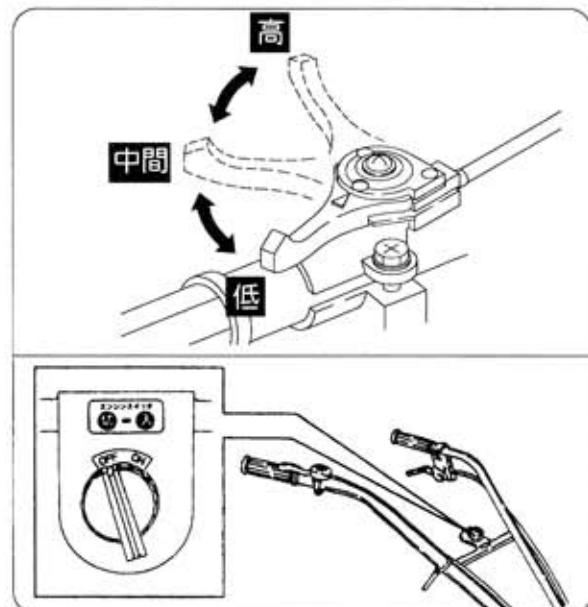

図28
- 1) エンジン停止の際は、スロットルレバーを「低速」に戻し、停止スイッチを〔切〕にしてください。（図28）